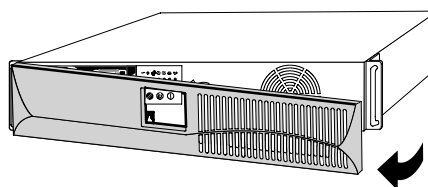

Figura 1. Rimozione del Coperchio Frontale dell'UPS
2. Rimuovere il coperchio frontale dell'UPS (vedere la Figura 1).